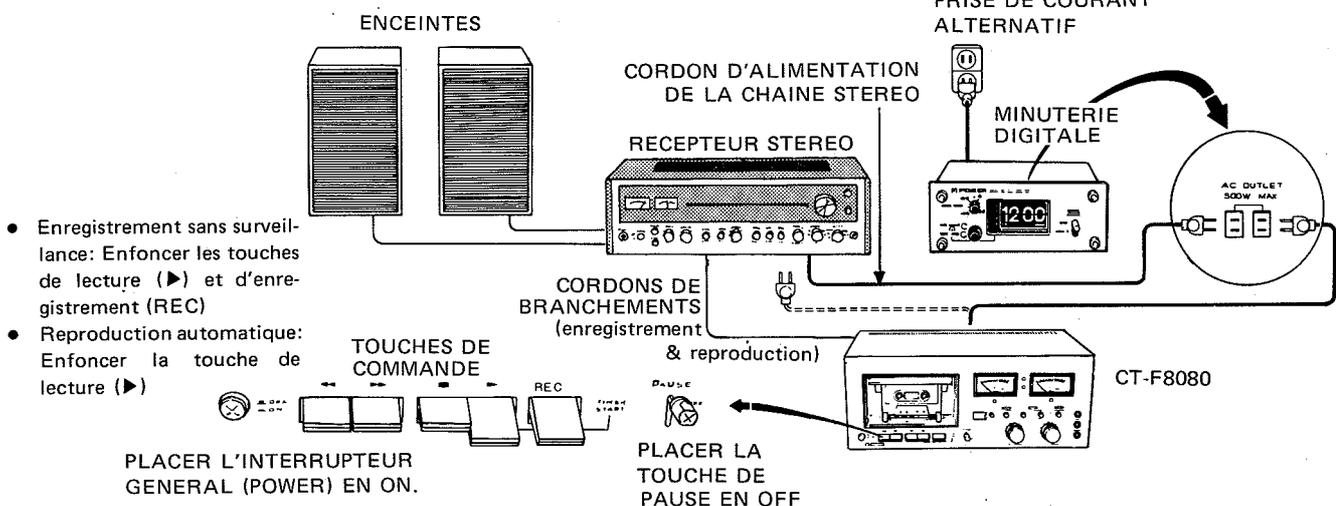

Fig. 13
1. Comme l'illustre la Fig. 13, relier les cordons d'alimentation en CA du CT-F8080 et de la chaîne stéréophonique aux sorties de CA d'une minuterie. Brancher ensuite le cordon d'alimentation en courant alternatif de cette dernière à une prise de courant de la salle.
1. Brancher les cordons d'alimentation du CT-F8080 et de la chaîne stéréophonique aux bornes de CA de la minuterie, comme l'illustre la Fig. 13.